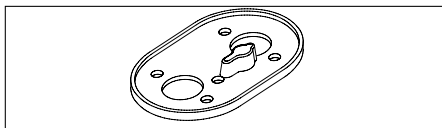

Abb. 05: Fußdichtung für Heizgerät
- ▶ Mit Hilfe der Bohrschablone Durchbrüche bohren. Siehe Abb. 05 und Abb. 33 (Seite 27).
- ▶ Fußdichtung zwischen Heizgerät und Auflagefläche einbauen. Siehe Abb. 05.